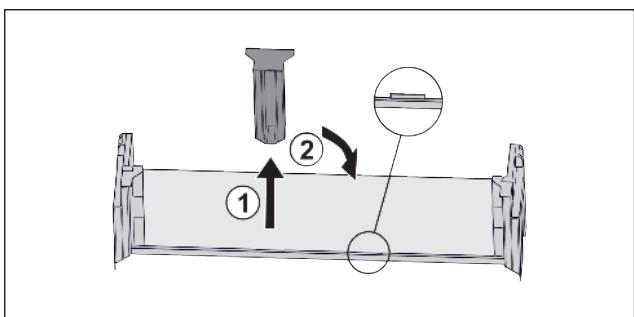

Fig. 16
- ▶ Stáhněte prostřední přídřzný díl Fig. 16 (1).
- ▶ Vložte prostřední přídřzný díl do druhé polohy Fig. 16 (2).